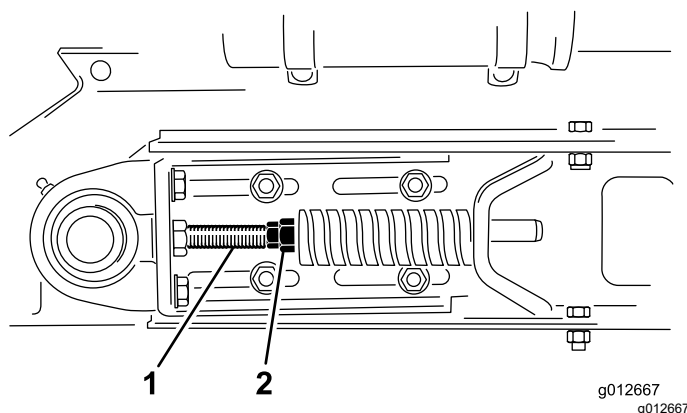

Figura 30
1. Allentate i controdadi anteriore e posteriore sul tirante per allentare la tensione della molla (Figura 30).